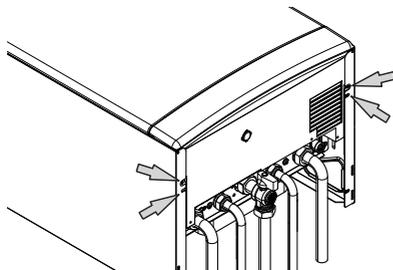

Рисунок 5.11
При организации дымоотвода через крышу (Рисунок 5.11) необходимо использовать коаксиальную трубу $\varnothing 80/125$ мм
- Открутите четыре указанных винта (см. Рисунок 5.11).